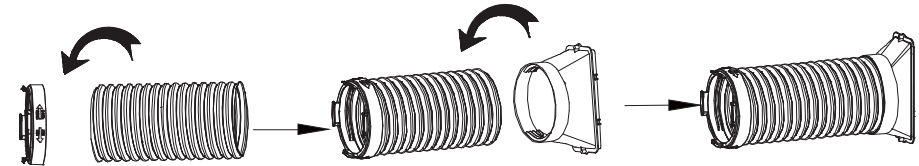

Abb. 1
1. Installieren Sie die Abluftrohr-Baugruppe (Wie in Abb.1 gezeigt).